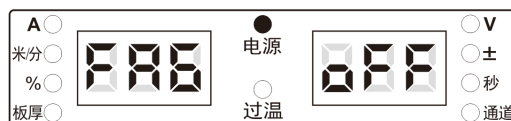

图 4-6 FA6 显示界面
1. 进入内部菜单，调节焊接电源面板旋钮至 FA6，如图 4-6 所示。